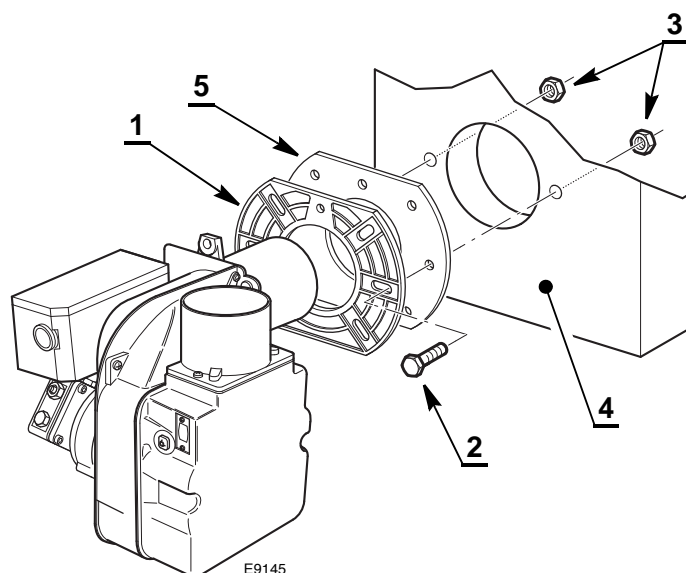

Fig. 18
- Fixer sur la plaque de la chaudière 4) la bride 1) par l'intermédiaire des vis 2) et (si nécessaire) des écrous 3) en interposant le joint isolant 5) (Fig. 18).